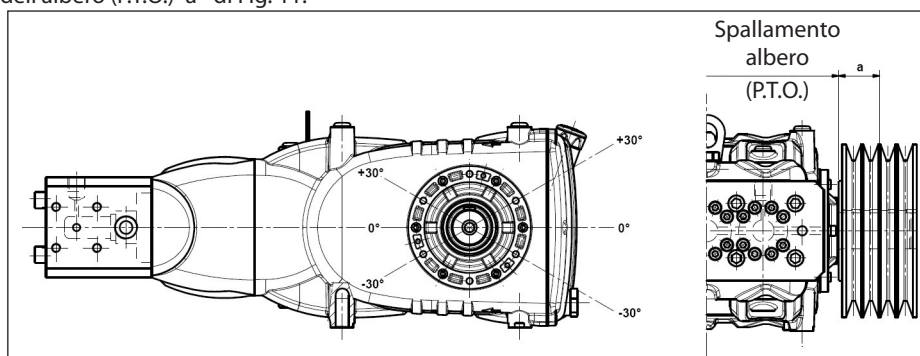

Fig. 11
Il carico radiale sull'albero non deve essere superiore a 7500 N (valore necessario per la definizione del Lay-out). La trasmissione è considerata adeguata se tale carico è applicato ad una distanza massima $a=40$ mm dallo spallamento dell'albero (P.T.O) come indicato in Fig. 11.
- b) Utilizzare cinghie ad alto rendimento - per esempio **XPB** invece di **SPB** - in quanto risulterà necessaria una quantità inferiore di cinghie a parità di potenza trasmessa ed una conseguente distanza inferiore della risultante rispetto allo spallamento dell'albero (P.T.O.) "a" di Fig. 11.
- e) Seguire la direzione del tiro cinghia come indicato in Fig. 11 per esigenze diverse contattare l'**Ufficio Tecnico** o **Servizio Assistenza Clienti**.